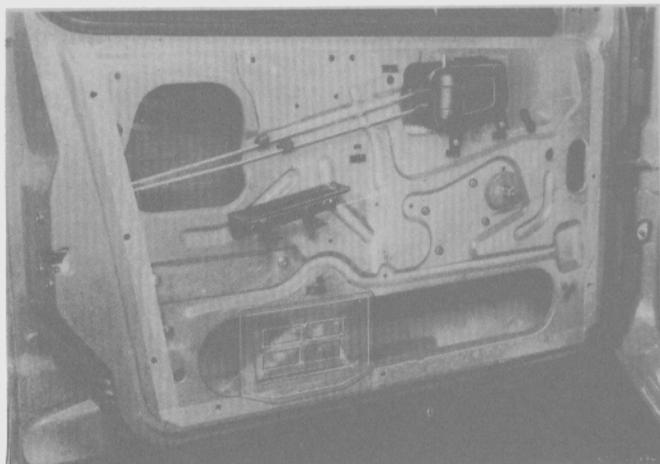

Fig. 169
- Extraer el tornillo que sujeta el limitador de apertura de puerta y el panel tapizado de puerta. (Fig. 169).